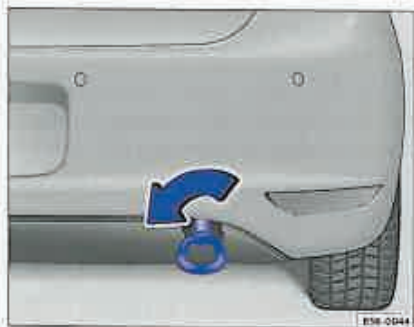

Fig. 65 În bara de protecție dreapta spate: Înșurubarea inelului de remorcă.
Filetul pentru înșurubarea inelului de tractare se găsește în partea dreaptă din spate, în bara de protecție ⇒ **fig. 65**. Pentru a avea acces la filel, trebuie să se ridice capacul. Utilizați o cheie de roată⁵⁴⁾ sau un alt obiect adecvat, cu care să înșurubați inelul de remorcă în locașul său.
- Mișcați cu lama plată a unei șurubelnițe capacul ⇒ ① și scoateți-l în sus, lăsându-l agățat de autovehicul.
- Înșurubați inelul ferm în gaura filetată ⇒ **fig. 65**.
- Strângeți inelul ferm cu cheia de roată⁵⁴⁾ sau cu alt obiect adecvat, drept mâner, în sensul indicat de săgeată ⇒ ①.
– După remorcă, defiletați inelul contrar sensului săgeții ⇒ **fig. 65** și montați capacul la loc.